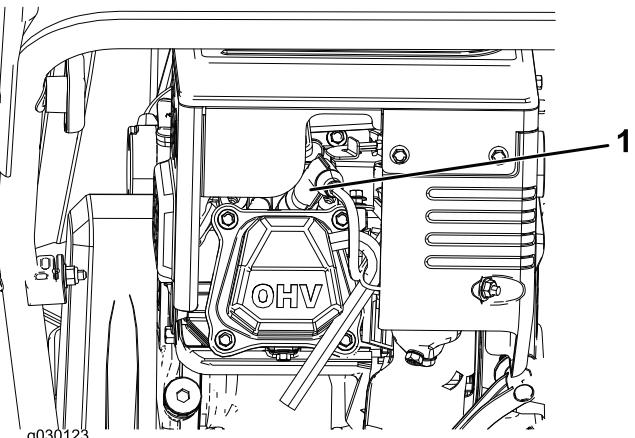

Рисунок 22
- Снимите изоляционный колпачок (Рисунок 22).